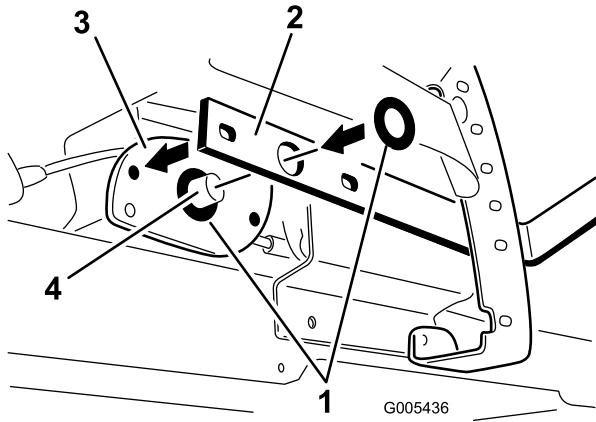

Figura 3
- Instale una arandela de empuje sobre el bulón de la palanca de elevación (Figura 3). Vuelva a instalar el brazo de elevación en la palanca de elevación con arandela. Coloque otra arandela de empuje encima del brazo de elevación.